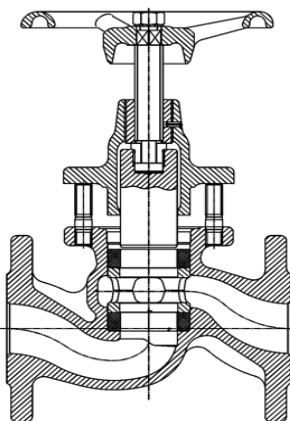

Bild 1
- » Oberteil (Pos. 2) anschließend leicht verdrehen, sodass sich der Oberteilflansch an den Stiftschraubenstirnflächen (Pos. 12) abstützen kann. Das Handrad gegen den Uhrzeigersinn (Öffnungsrichtung) drehen, bis der Kolben (Pos. 7) vollständig aus dem oberen Ventilring (Pos. 9) gezogen wird (siehe Bild 1)
- » Oberteil (Pos.2) anschließend leicht verdrehen, sodass sich der Oberteilflansch an den Stiftschraubenstirnflächen (Pos. 12) abstützen kann. Das Handrad gegen den Uhrzeigersinn (Öffnungsrichtung) drehen, bis der Kolben (Pos. 7) vollständig aus dem oberen Ventilring (Pos. 9) gezogen wird (siehe Bild 1)